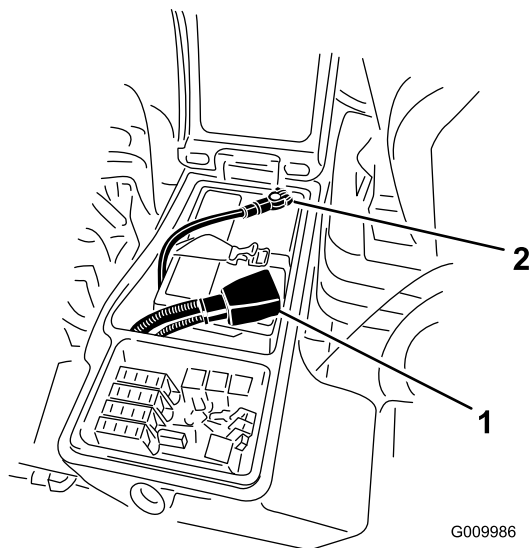

Bild 93
3. Klemmen Sie das Minuskabel (Schwarz) vom Minuspol (-) des Akkus und das Pluskabel (Rot) vom Pluspol (+) des Akkus ab (Bild 93).
6. Klemmen Sie das Pluskabel (Rot) am Pluspol (+) des Akkus und das Minuskabel (Schwarz) am Minuspol (-) des Akkus an (Bild 93).